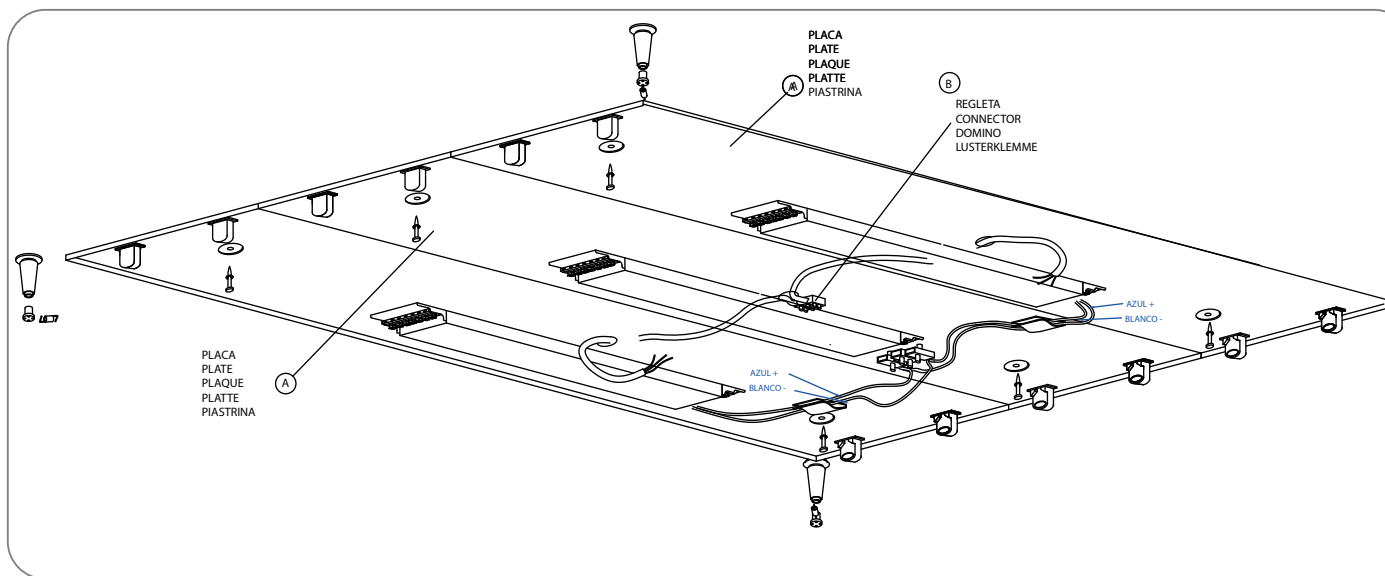

Fig.2
3. Mettre les douilles C a l'aide de chevilles et de tire-fonds fig 2 EN RESPECTANT les mesures indiquées dans la fig 3. NOTE: Utiliser le gabarit pour le calcul des separations des douilles (en prenant soin de bien la placer contre le bord de la plaque fig 3). Ces mesures sont TRES IMPORTANTES pour bien placer la toile.
3. Colocar los conos C mediante tacos y tirafondos, como indica la fig 2 y RESPETANDO las medidas que indica la fig 3. NOTA: Utilizar la plantilla para el cálculo de las distancias de los conos, teniendo cuidado de hacer bien tope en el borde de la placa (fig 3). Estas medidas son MUY IMPORTANTES para que la tela quede correctamente colocada.
3. Fix lampholders C using blocks and lag screws as per fig 2, CONSIDERING sizes as per fig 3. REMARK: Use the template in order to calculate right distances for lampholders. Be careful that an accurate plate stoppage is achieved as per fig 3. These sizes are VERY IMPORTANT to achieve a good cloth setting.